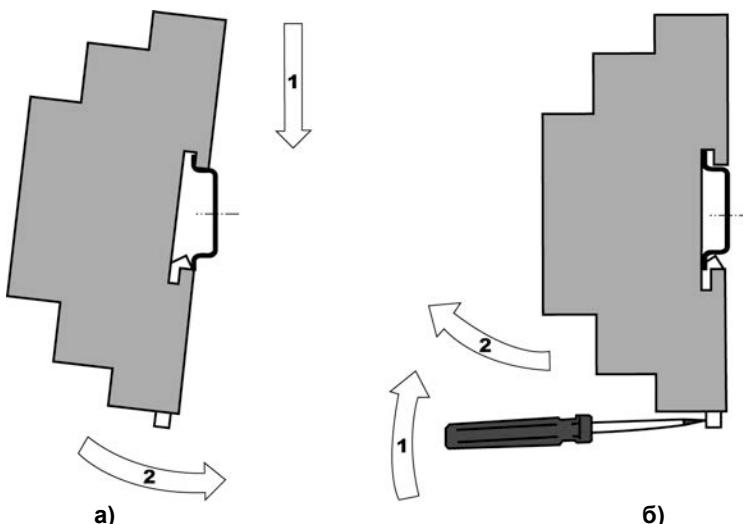

Рисунок 6.1 – Монтаж контроллера на DIN-рейку
3. Контроллер с усилием прижимается к DIN-рейке в направлении, показанном стрелкой 2 (см. рисунок 6.1, а), до фиксации защелки.
4. Для съема контроллера с DIN-рейки в проушину защелки вставляется острое отвертка (см. рисунок 6.1, б), и защелка отжимается по стрелке 1, после чего контроллер отводится от DIN-рейки по стрелке 2. При съеме ПЛК63 две защелки отжимаются одновременно.